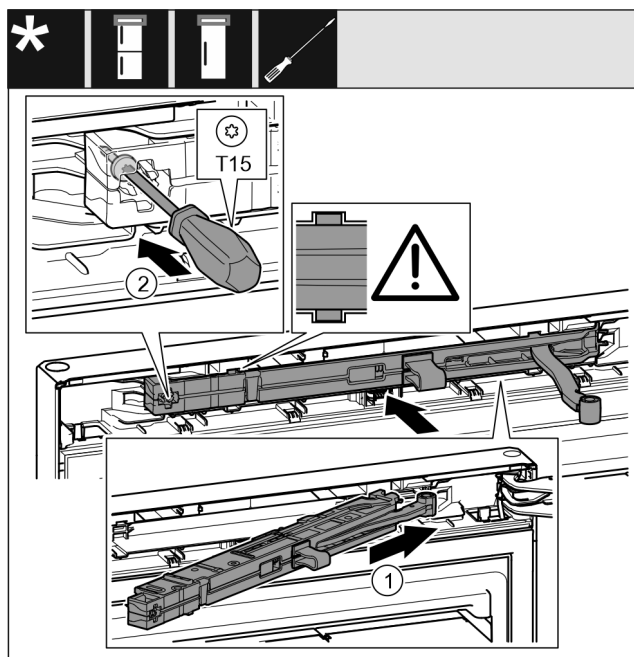

Fig. 44
- ▶ Shtyni pjerrtas deri në fund brenda në fole njësine e amortizatorit të mbylljes Fig. 44 (1), në anën e bazamentit mbështetës.
- ▶ Mbërtheni fort vidën Fig. 44 (2) me një kaçavidë.